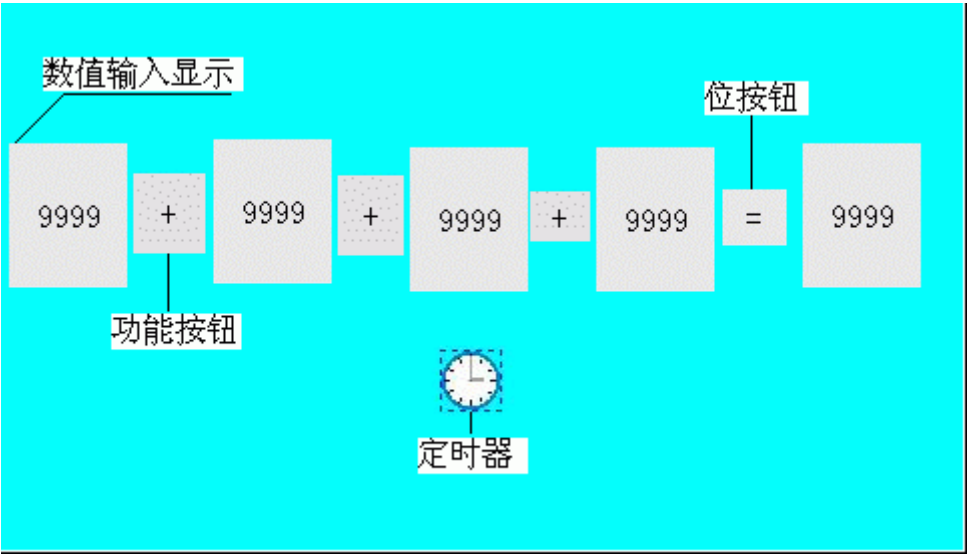

图5-14 控件布局
- <1>. 在工程画面中放置相应的控件并调节到适当尺寸大小，如图5-14所示：